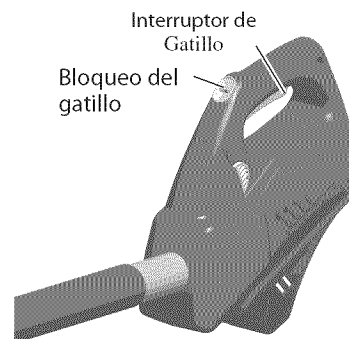

Figura 29 - Asa de la sierra de pértiga con bloqueo del gatillo
4. Cuando esté listo para cortar, presione el bloqueo del gatillo y apriete el gatillo (vea la figura 29). Esto encenderá la sierra de pértiga. Al aflojar el gatillo la sierra se apagará. Asegúrese de que la sierra esté ya funcionando antes de comenzar a cortar.